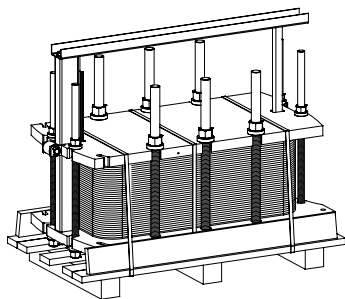

Fig. 1a
- Respete las consignas de eslingado (Fig. 1a + 1b + 2)